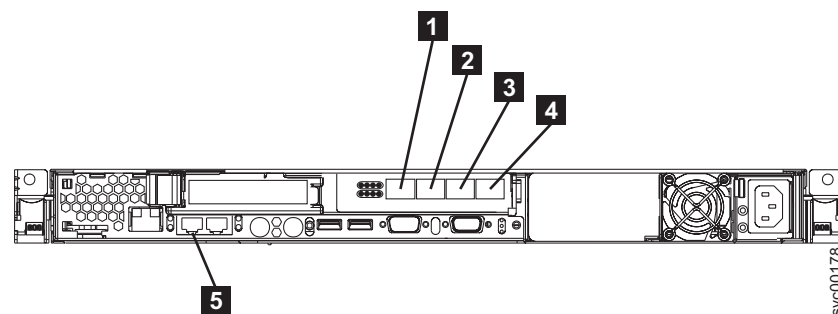
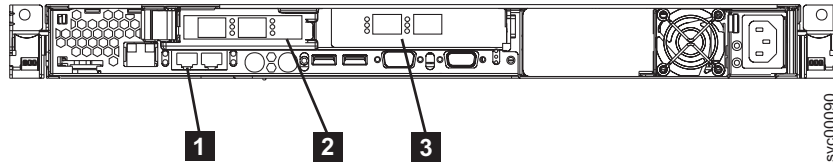

図 46. SAN ボリューム・コントローラー 2145-8F4 の後部にあるコネクタ
図 47. SAN ボリューム・コントローラー 2145-8F2 の後部にあるコネクタ
1. イーサネット・ケーブルを 図 46 または 56 ページの図 47 のイーサネット・ポート 1 **5** に接続します。